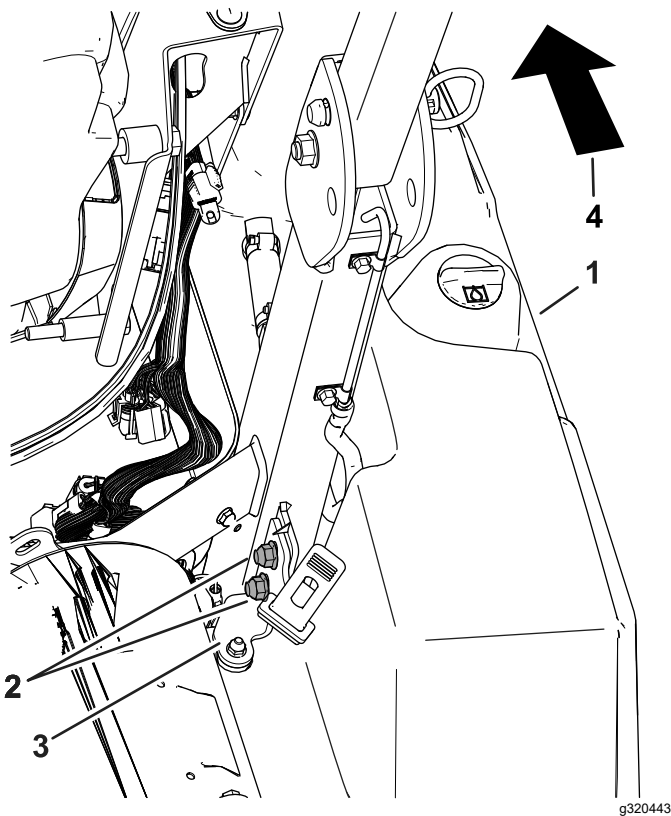

Figure 3
2. Retirez les boulons situés derrière l'arceau de sécurité du support arrière du réservoir. Voir Figure 3.